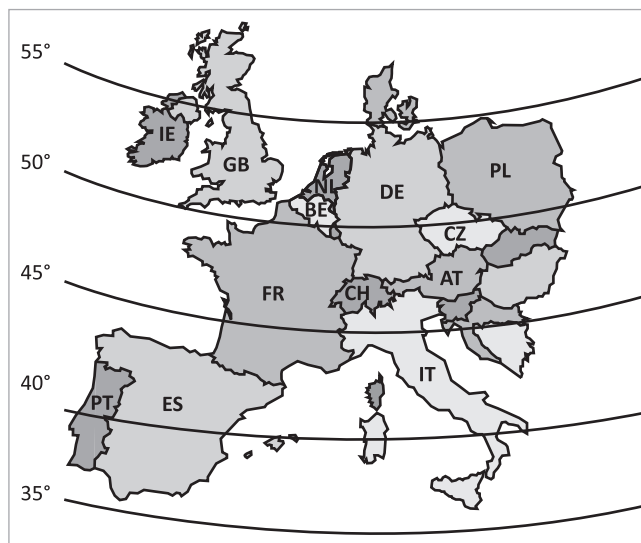

Fig. 7: Latitudes en Europa
- En la → *fig. 7* se puede leer la latitud del lugar de instalación.